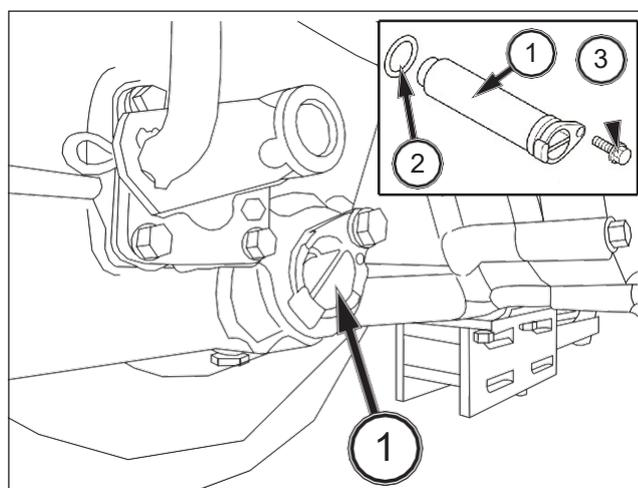

FIG. 93
FIG. 93: Para limpiar el filtro de aceite de transmisión (aspiración) - Limpie el filtro de aceite de transmisión cuando se haya vaciado todo el aceite. Afloje el perno (3) seguidamente retire el filtro (1). Durante el montaje, engrase la junta tórica (2) para evitar daños.